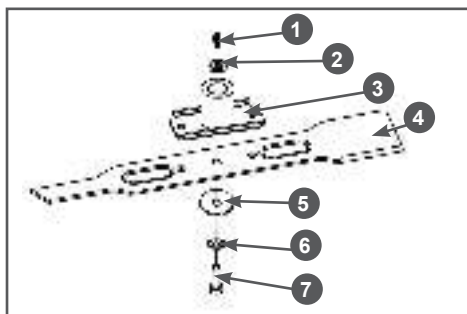

Рис. 26 Установка ножа
4. Измерьте зазор А между электродами специальным щупом В. Зазор должен быть 0,7-0,8 мм (Рис. 26). При увеличении или уменьшении требуемого зазора, рекомендуется заменить свечу, так как регулировка зазора может привести к изменению качества искрообразования.
- С помощью соответствующего инструмента открутите болт 7 крепления ножа и снимите нож (Рис. 26).
- Снимите с вала двигателя адаптер 3 ножа и втулку 2 адаптера (Рис. 26).
- Убедитесь в том, что шпонка 1 адаптера на месте и не имеет повреждений (Рис. 26). Во избежание утери шпонки во время заточки ножа или других работ по обслуживанию газонокосилки извлеките шпонку из шпоночного паза и уберите в надёжное место.
- Установите все детали на место в порядке, обратном снятию. Схема установки показана на Рис. 26.
- Зафиксируйте нож от проворачивания и надёжно затяните болт 7 крепления ножа (Рис. 26).